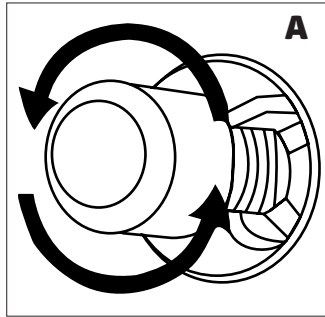
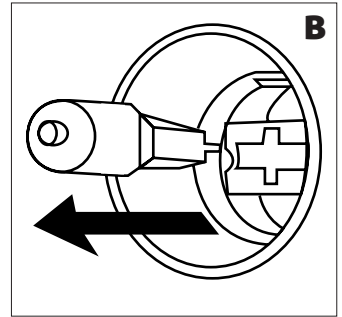

Abbildung 24
Abbildung 25
3. Entfernen Sie dann die Backofenlampe, indem Sie sie drehen (siehe Abb. 24), wenn sie vom Typ **A** ist, oder indem Sie sie herausziehen (siehe Abb. 25), wenn sie vom Typ **B** ist.